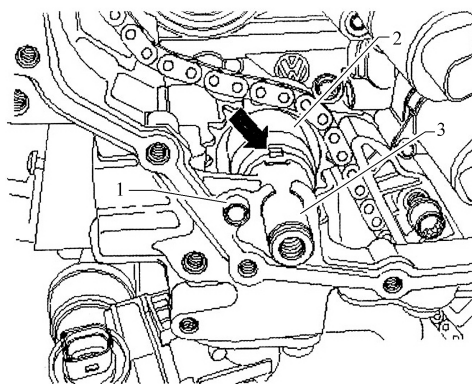

图 1-9 导套识别
3) 安装固定调整工具 T10332 的导套（图 1-9 中的 1，图中的 2、3 和箭头不必理会）。